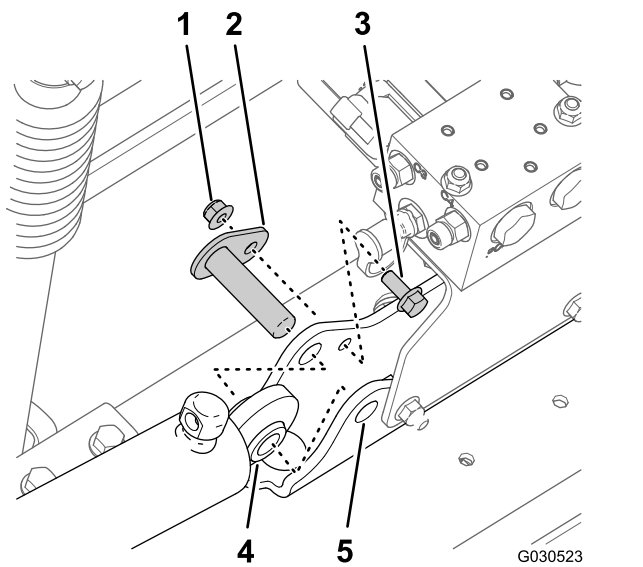

Figura 41
3. Retire la contratuerca con arandela prensada (5/16") y el perno con arandela prensada (5/16" x 3/4") que sujeta el pasador de giro al bastidor del cilindro (Figura 41).
4. Retire el pasador de giro y el cilindro de elevación de la máquina (Figura 41).